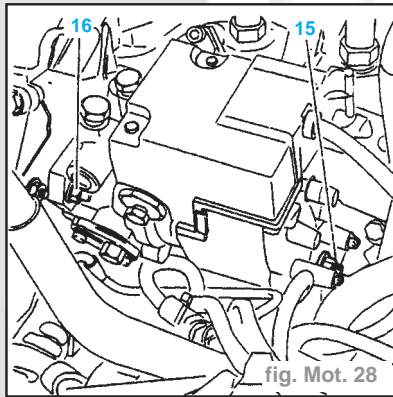

fig. Mot. 28
- Déposer (fig. Mot. 28) :
- la vis AR (15)
- les trois écrous (16)
- Reposer (fig. Mot. 28) :
- les trois écrous (16) sans serrer
- la vis AR (15) sans serrer